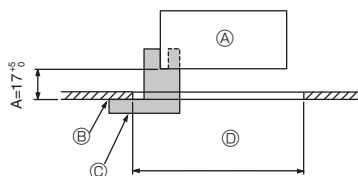

Fig. 9-2
①	Γρίλιες	1	950 × 950 (χιλ)
②	Μετρητής εγκατάστασης	1	(Χωρίζεται σε 4 μέρη)
③	Ασύρματο τηλεχειριστήριο	1	για PLP-6EALM
④	Βάση τηλεχειριστηρίου	1	Περιλαμβάνεται όταν υπάρχει το ασύρματο τηλεχειριστήριο.
⑤	Μπαταρίες LR6 AA	2	Περιλαμβάνεται όταν υπάρχει το ασύρματο τηλεχειριστήριο.
⑥	Λαμαρινόβιδες 3,5 × 16	2	Περιλαμβάνεται όταν υπάρχει το ασύρματο τηλεχειριστήριο.
9.2. Προετοιμασία στις γρίλιες για την τοποθέτησή τους (Fig. 9-2)
• Χρησιμοποιώντας τον μετρητή ② που παρέχεται μαζί με αυτό το kit, προσαρμόστε και ελέγξτε την τοποθέτηση της κύριας μονάδας σε σχέση με την επιφάνεια της οροφής. Εάν η κύρια μονάδα δεν τοποθετηθεί σωστά σε σχέση με την επιφάνεια της οροφής, μπορεί να επιτρέψει διαρροές αέρα ή να προκληθεί συγκέντρωση σταγόνων λόγω συμπύκνωσης.